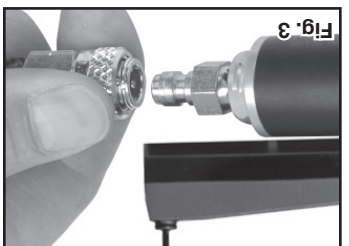

Fig. 3
- Retire el tapón protector que cubre la borella de llenado de la pistola de aire. Conecte el accesorio de desconexión rápida de la maniguera de la bomba manual en la borella de llenado (Fig. 3) realizando lo siguiente